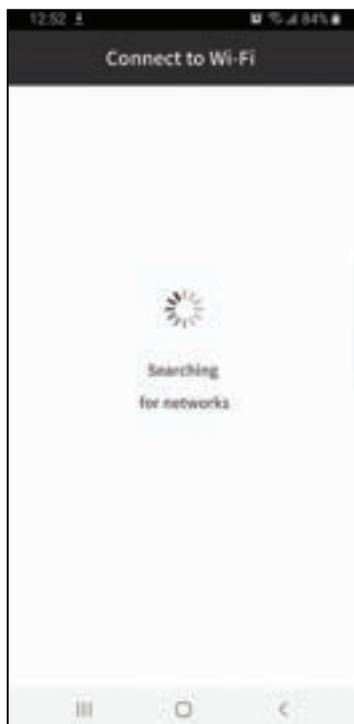

Fig. 7
5. Sélectionnez le Wi-Fi souhaité et connectez-vous en saisissant le mot de passe Wi-Fi de votre domicile (**Fig. 7 & 8**).